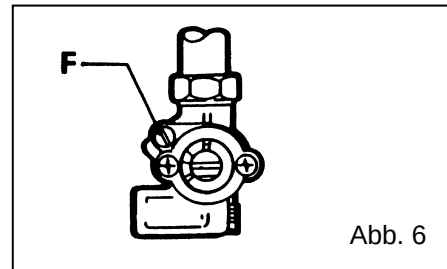

Abb. 6
- Bei Verwendung von Erdgas (G20/G25) Minimum-Stellschraube "F" (Abb. 6) solange drehen bis die Flamme klein, aber ausreichend stabil und gleichmäßig ist. Bei LPG (G30/G31) Minimum-Stellschraube bis zum Anschlag zudrehen (der zugehörige By-pass-Durchmesser ist in Tabelle 2 angegeben).